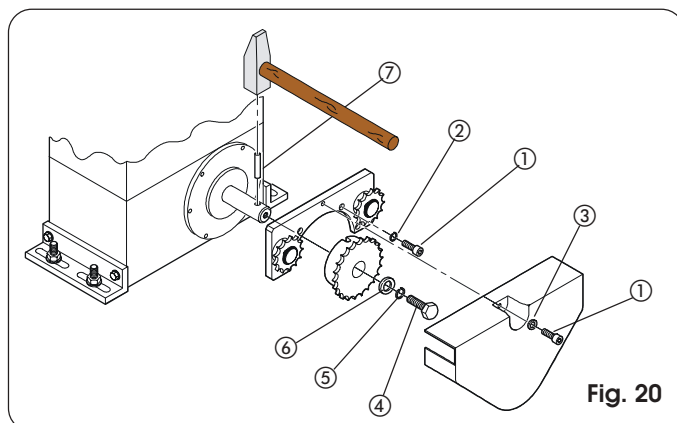
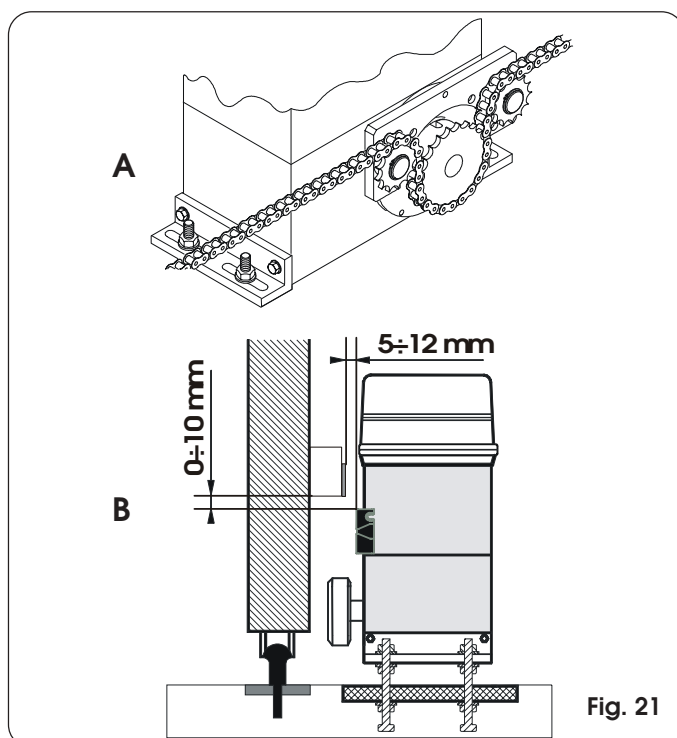

Fig. 20
Fig. 21
- 1) Introduzca la clavija elástica ⑦ en el árbol utilizando un martillo.
- 2) Aplique en la brida del motorreductor la abrazadera de los reenvíos locos, utilizando los cuatro tornillos ① (M5 x 12) y sus arandelas ② incluidas en el kit, tal y como se indica en la Fig.20.
- 3) Aplique el piñón de cadena sobre el árbol haciendo coincidir los alojamientos del piñón sobre la clavija elástica y apriete el tornillo ④ y sus arandelas ⑤ y ⑥.
- 4) Pase la cadena como se indica en la Fig.21 ref.A y monte el cárter de cobertura con el tornillo ① y la arandela ③ de la Fig.20.
- 5) Para los operadores con final de carrera MLS, prever los soportes para la colocación de los imanes suministrados en dotación respetando las cotas indicadas en la fig. 21 ref.B.